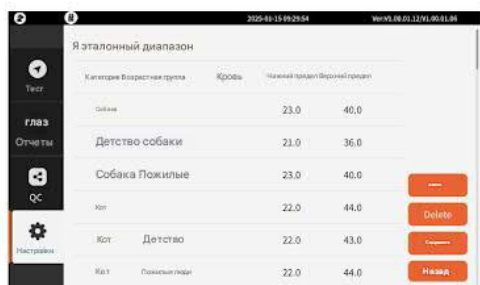

рис. 3-6-2
[Референтный диапазон]: Нажмите [Референтный диапазон], чтобы войти в интерфейс, показанный на рис. 3-6-2.
- Пользователь может добавлять или удалять типы образцов в нижней части интерфейса, показанного на рис. 3-6-2.